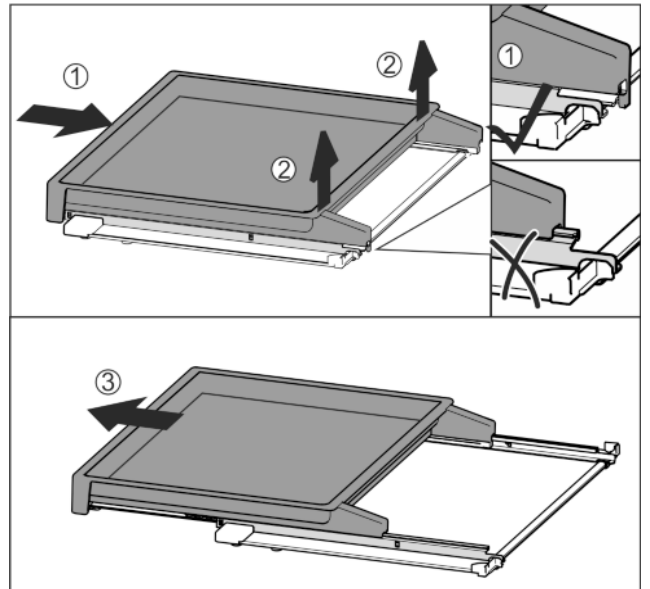

Fig. 37
- ▶ Повністю вставте витяжну панель Fig. 37 (1).
- ▶ Відпустити фіксатор на задній стороні Fig. 37 (2).
- ▶ Потягніть витяжну панель вперед Fig. 37 (3).